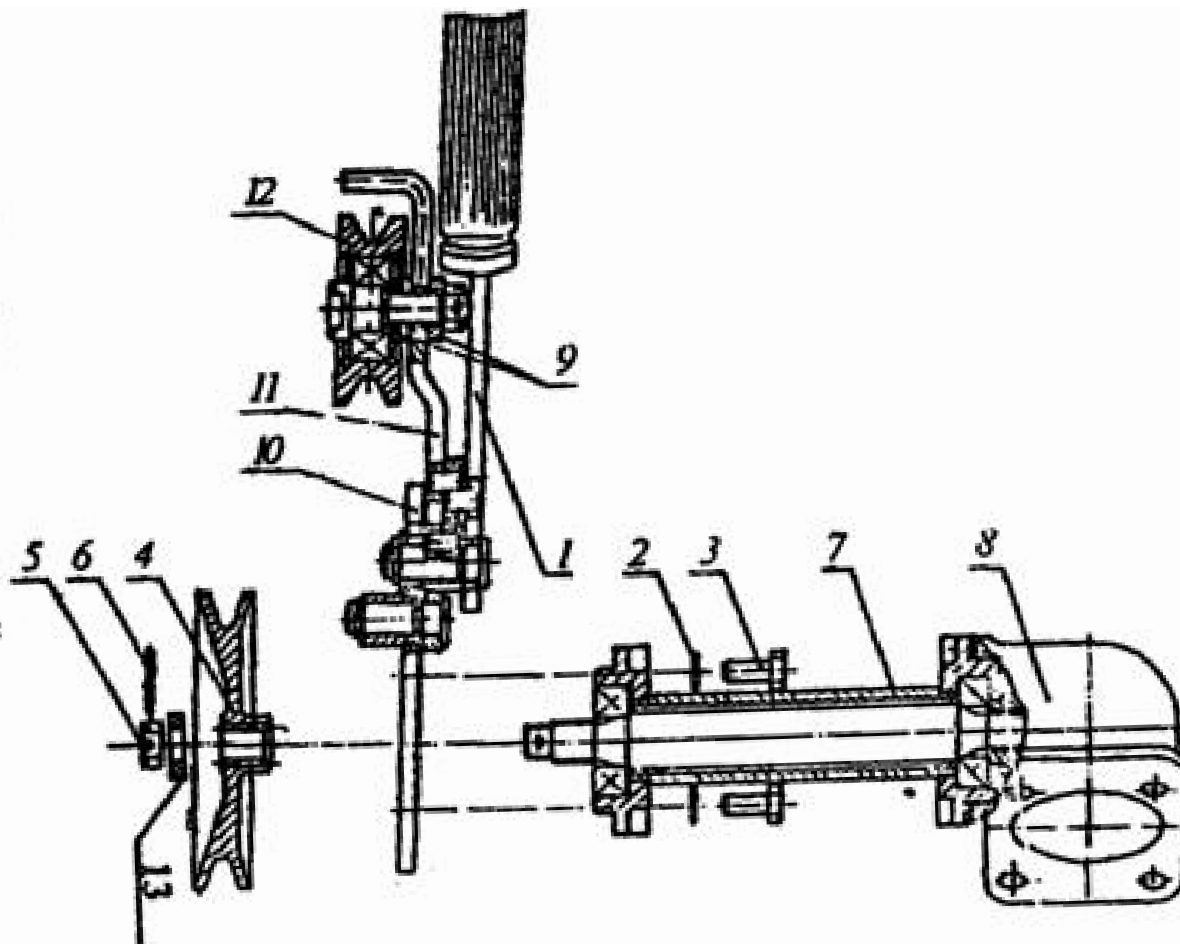

Рис. 4. Натяжное устройство
- Для работы с мотоблоком косилка комплектуется натяжным устройством (Рис.4), которое монтируется на косилке.